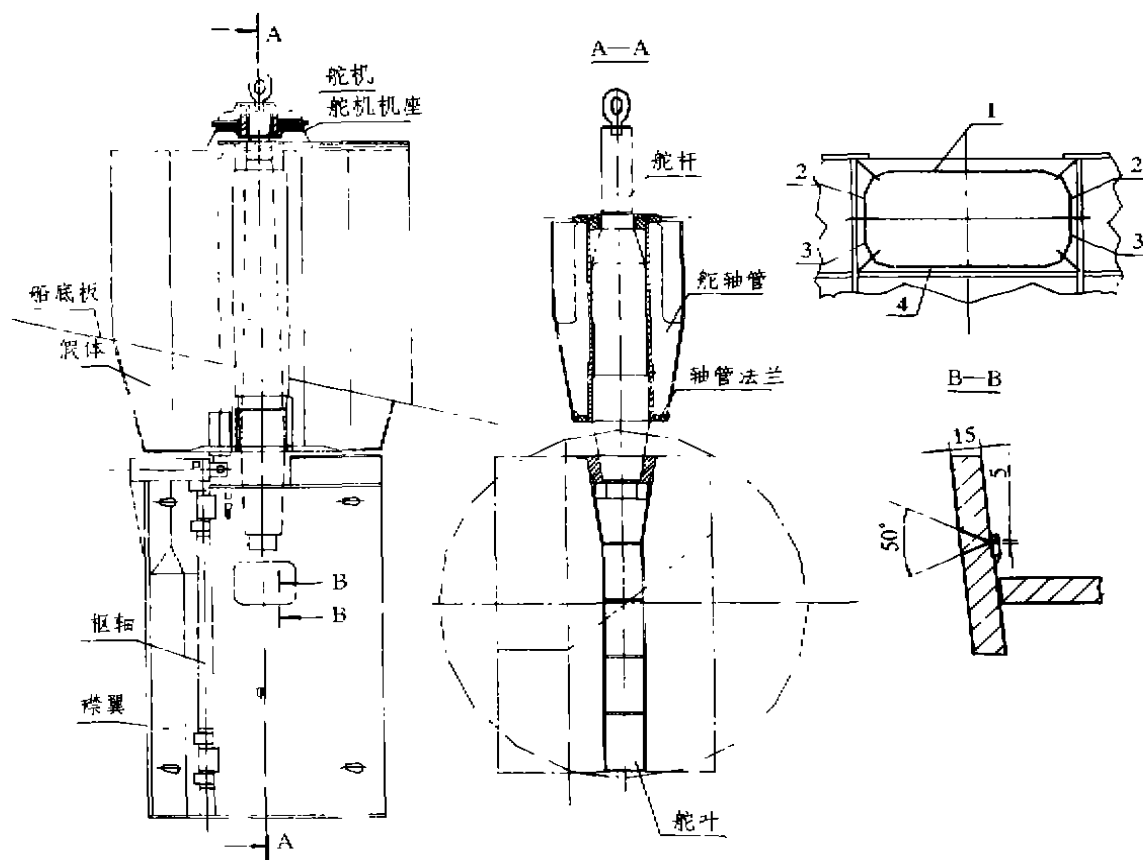

图1 贝克舵安装图
如图 1 所示,贝壳舵主要由舵轴管、舵杆、舵叶组成,其安装工艺的关键就在舵轴管结构的安装。
29. 按装配图的要求,焊上舵叶两边的工艺孔盖,见图1的B-B剖面。
①在舵叶和工艺盖接口处各开25°的坡口;②将5×25的扁铁焊接在舵叶上;③盖上工艺盖,搭焊6根固定板条,见图1的布置形式;④按图所示的焊接顺序1-2-3-4对称焊接。